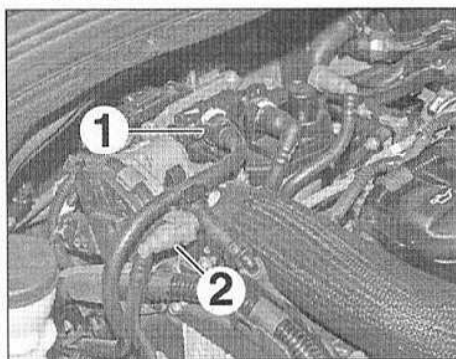

FIG.1
- Débrancher les raccords des canalisations d'alimentation (1) et de retour de carburant (2) (Fig.1).